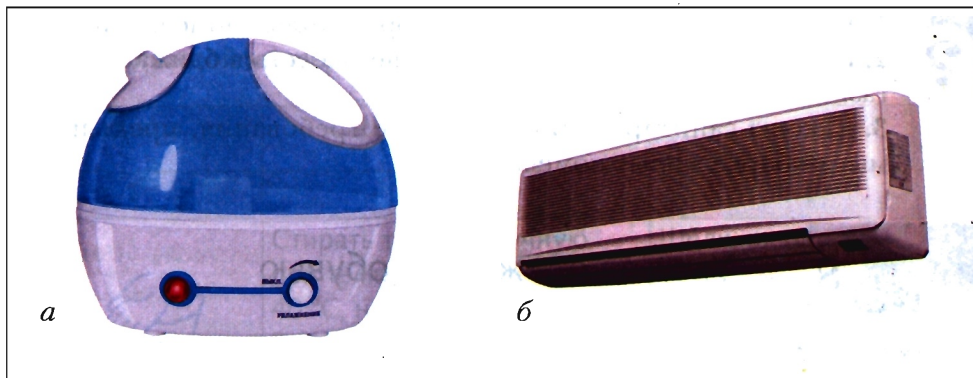

Рис. 89. Климатические приборы: а – воздухоувлажнитель, б – кондиционер
Для создания в жилых помещениях оптимальных условий для жизни человека — *микrokлимата* — существует много современной бытовой техники. Для хорошего самочувствия человеку необходимо дышать свежим воздухом определённой влажности. Эту проблему помогают решить *климатические приборы* (рис. 89, а). Функции очистки воздуха обеспечивают *воздухоочистители*. *Увлажнители* и *осушители воздуха* — специальные приборы, позволяющие достичь необходимого уровня влажности в любом помещении.
*Кондиционеры* — это устройства, создающие и автоматически поддерживающие в закрытых помещениях заданные параметры микроклимата, наиболее благоприятные для самочувствия людей. Кондиционеры могут нагревать, охлаждать, осушать или увлажнять воздух, очищать его от пыли, вредных запахов и газов (рис. 89, б).